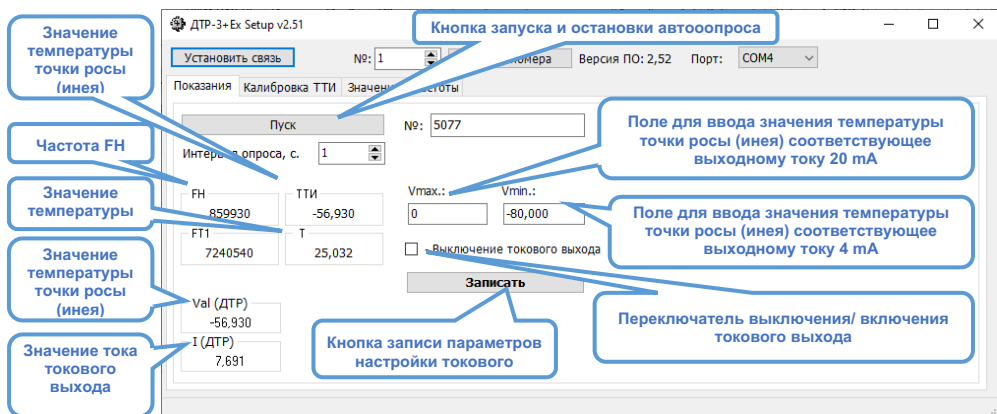

Рис. 9. Вид вкладки «Показания» программы ДТР.Ех.
Запустите соответствующую версии преобразователя программу `snsetup.exe`, выберите порт, к которому подключен кабель КК-2, нажмите кнопку «Установить связь». После этого откроется окно, показанное на рис.9.
Назначение элементов программы на вкладке «Показания» указано на рис.9.
1. Для выключения/включения токового выхода необходимо на вкладке «Показания» установить/снять переключатель «Выключение токового выхода» и нажать кнопку «Записать» (см. рис.9).
росы/иная соответствующее выходному току 20 мА, а поле «V_{min}» соответствующее току 4 мА нажать кнопку «Записать» (см. рис.9).